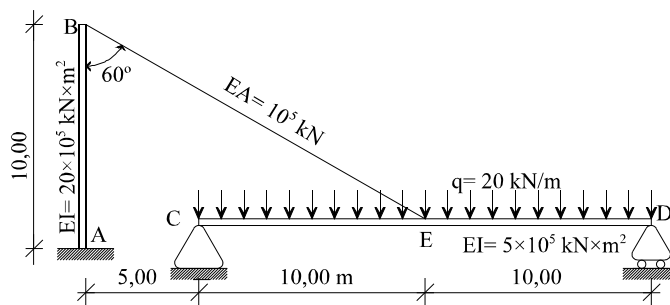

Figura 12
12) La estructura de la figura 12 consiste en una viga CD atirantada en su centro de vano E por un cable BE, el cual se sujeta en su otro extremo a un mástil vertical AB. Las rigideces EI de la viga y del mástil y la rigidez EA del cable se dan en la propia figura. La viga CD soporta la sobrecarga uniforme que también se muestra en la figura. Se pide: